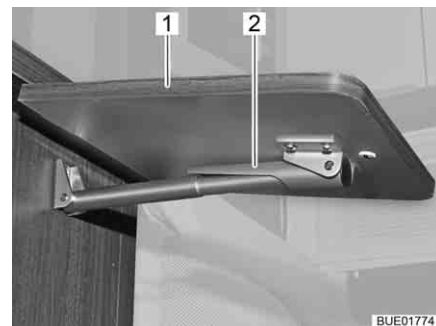

Fig. 138 Mesa de bar plegable, desbloqueada
- Levantar ligeramente la mesa de bar plegable (Fig. 138,1). Con la otra mano, girar hacia abajo el dispositivo de fijación (Fig. 138,2) en el soporte telescópico.